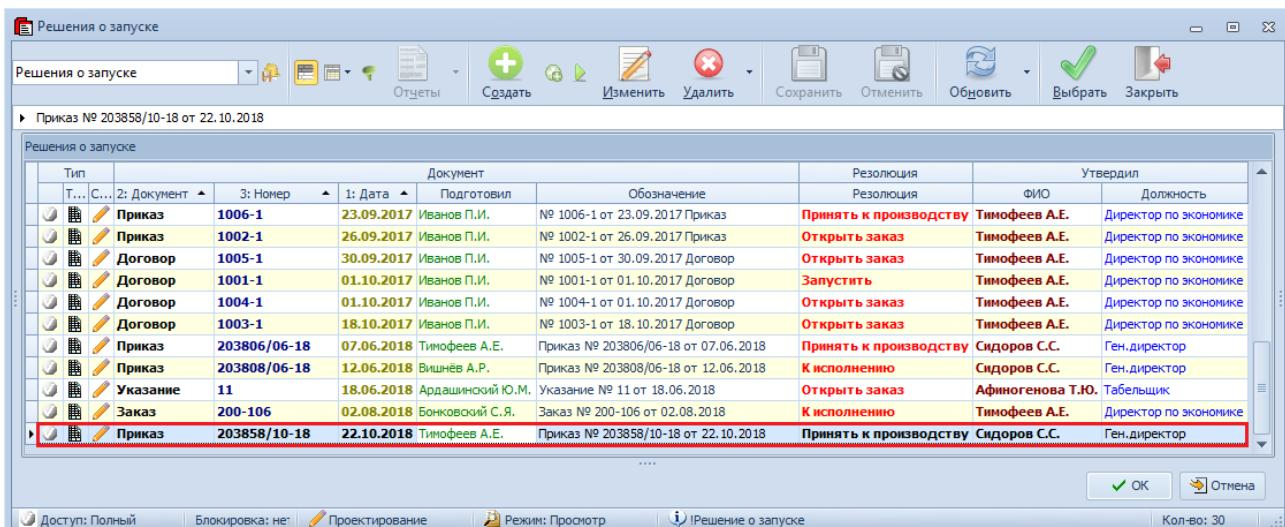

Рисунок 73.Пример выбора документа в окне справочника "Решения о запуске"
2.2.3. В окне справочника «**Решения о запуске**» выбрать нужный документ и выделить его щелчком левой кнопки мыши (рис. 73), а при его отсутствии, создать такой документ.